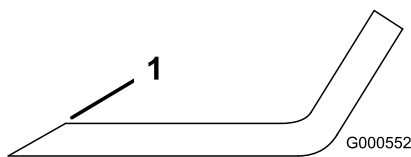

Bild 81
1. Schärfen Sie die Schnittkante an beiden Enden des Schnittmessers mit einer Feile (**Bild 81**).
Hinweis: Feilen Sie, wenn das Schnittmesser nicht ausgewuchtet ist, vom Flügelbereich des Messers etwas Metall ab (**Bild 81**).